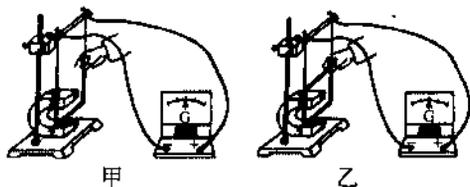

图 15.3-3
(3)设计实验:设计如图 15.3-3 甲、乙两个实验装置,甲图是闭合电路的一段部分导体在磁场中;乙图是闭合电路的多段部分导体在磁场中。